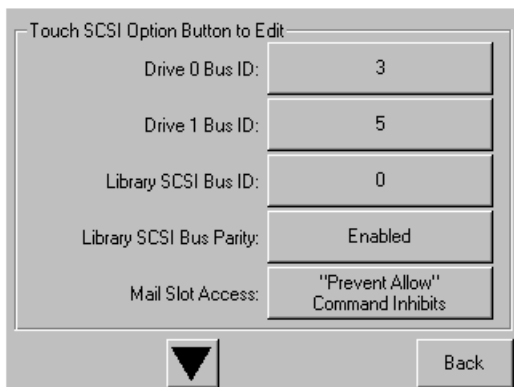

Figure 23 Écran du champ Drive 0 bus ID (ID bus Unité 0) (modèle à deux unités illustré)
- d. Touchez **OK** pour confirmer. Un nouvel ID SCSI apparaît à présent dans le champ Drive 0 Bus ID (reportez-vous à la Figure 23).